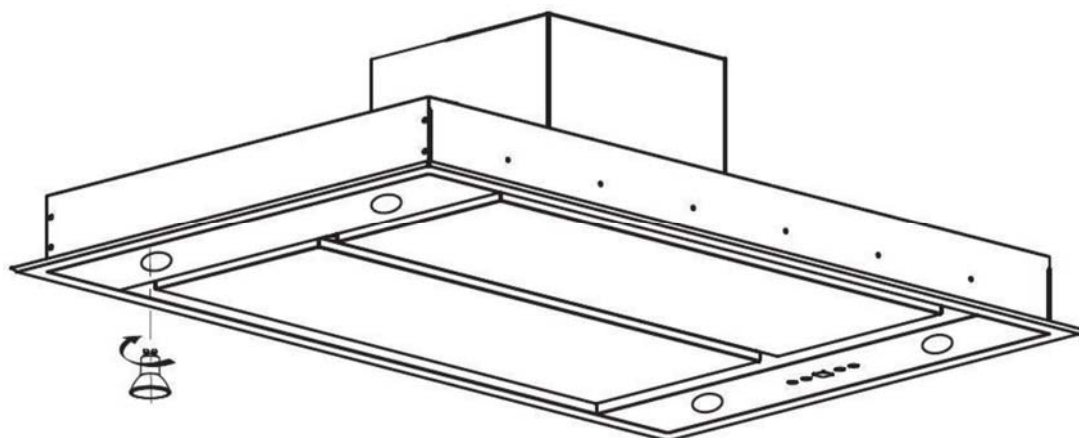

RYS. 15
1. Włóż śrubokręt płaski do otworów wokół brzegów oprawy, użyj nacisku, aby podważyć oprawę i wyjąć ją, wyciągnij przewód oświetleniowy, aby wymienić żarówkę. Zob. rys. 15